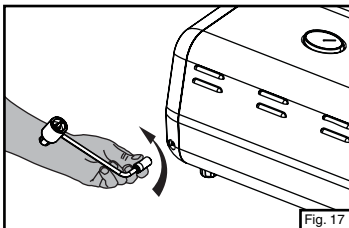

Fig. 17
- Quite el regulador del horno. (Fig. 17)